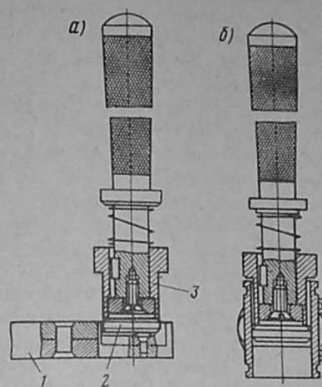

Рис. 144. Установка пружинного кольца автоматического устройства в колесный цилиндр
4. Снять кольцо 2 (рис. 144, а) с поршня, сжать его в клещах 1 и вставить в оправку 3 для установки кольца в цилиндр.
5. Ввести кольцо с оправкой в полость цилиндра с расчетом, чтобы разрез кольца был параллелен привалочной плоскости цилиндра и находился в его верхней части (рис. 144, б). Затем, доведя оправку до упора ее буртика в торец цилиндра, нажать на рукоятку оправки и вытолкнуть из нее кольцо. Вынуть оправку из цилиндра.